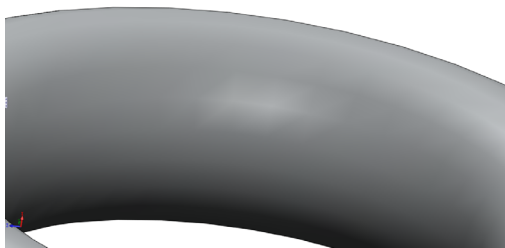

图 1-35 局部放大视图对象
(4) 至合适位置后，释放鼠标左键，即可局部放大视图，效果如图 1-35 所示。